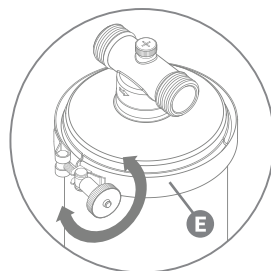
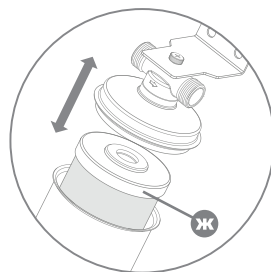

Рис. 9
Рис. 10
3. Отверните хомут (Е) (рис. 9) и отсоедините колбу от крышки, удалите картридж (Ж) (рис. 10).
5. Установите новый картридж внутрь колбы (рис. 10).
7. Установите колбу с картриджем на место (рис. 10) и затяните хомут (Е) (рис. 9). Для более надежного крепления хомутового соединения, допускается его затяжка гаечным ключом 10 мм (или 12 мм).